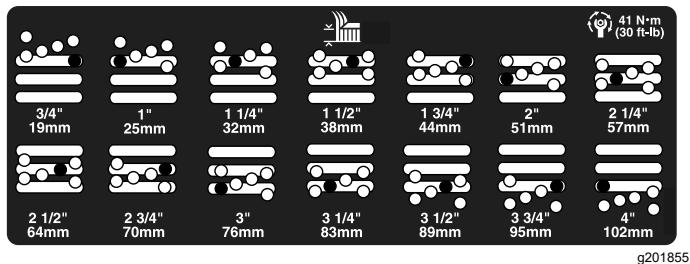

Figure 26
5. Placez la chambre à la hauteur de coupe voulue et mettez l'entretoise dans le trou et la fente correspondant à la hauteur de coupe désignée (Figure 26)